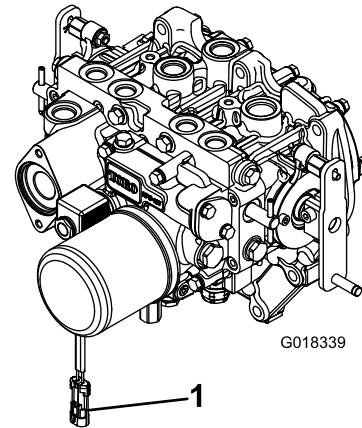

Figure 3
2. Débranchez le connecteur du faisceau de câblage du connecteur de la bobine d'électrovanne (Figure 3).
8. Après avoir accouplé l'autre extrémité de l'arbre d' entraînement à l'arbre du boîtier d'engrenages de l'accessoire, branchez le connecteur du faisceau au connecteur de la bobine d'électrovanne de PDF (Figure 3).